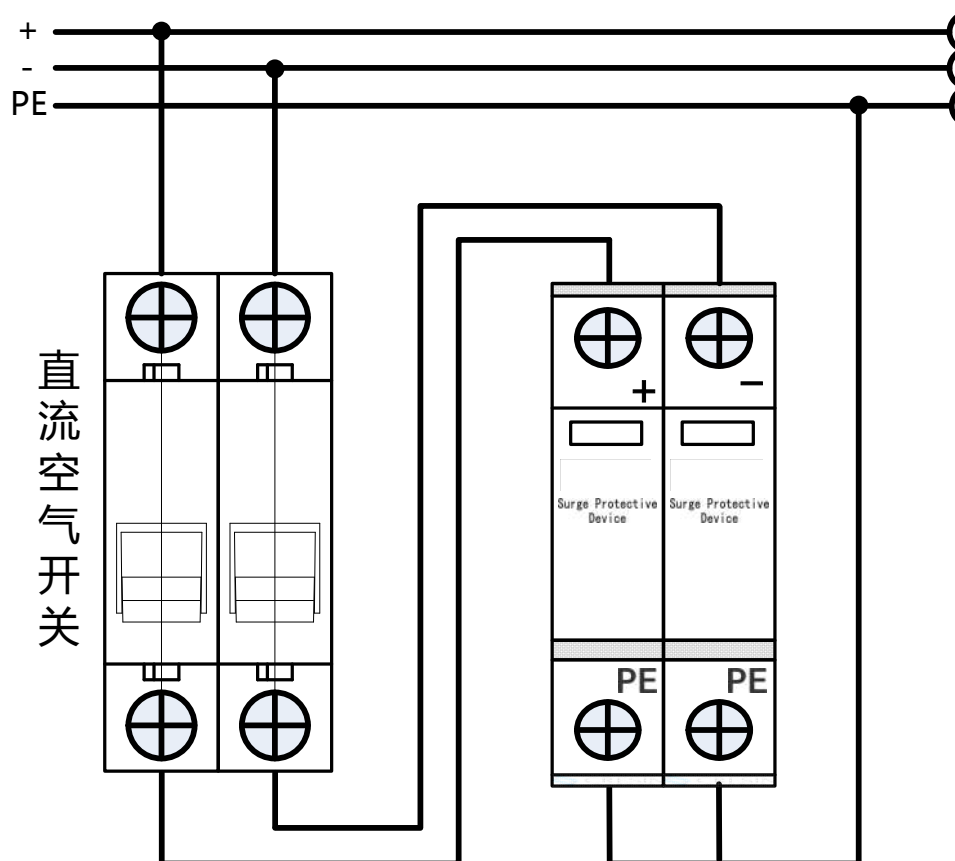

图 1 直流浪涌保护器接线示意图
- 二、安装时请根据图 1 接线示意图所示连接，PE 为接地线。